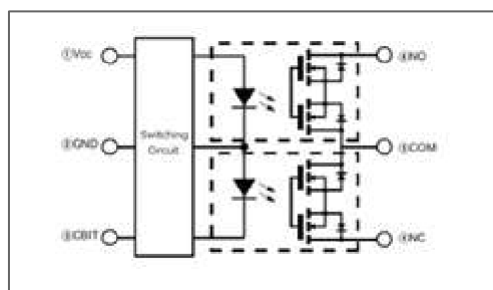

図3
オムロンの形G3VM-66Mは6ピンのデバイスです(図3)。ピン：①～③は入力側、ピン：④～⑥は出力側です。
- ① Vcc
- ② GND
- ③ CBIT
- ④ NO (ノーマリーオープン)
- ⑤ CCM
- ⑥ NC (ノーマリークローズ)